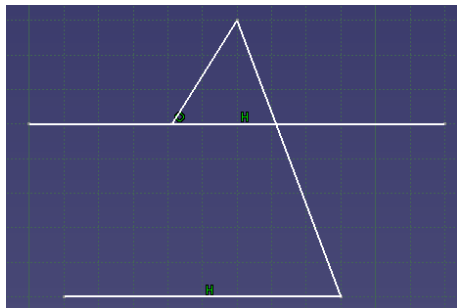

图 2-24
(2) 点击  键后选择左斜线，然后选中间的水平线。斜线被打断成两部分，删除斜线左下部分（见图 2-24）。